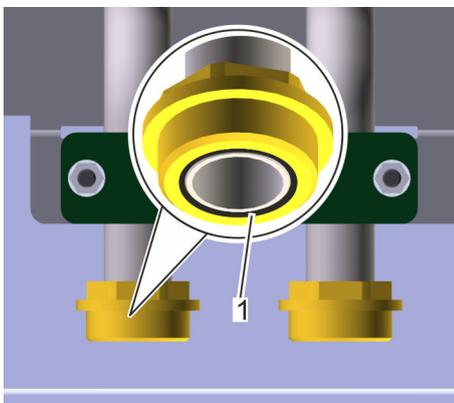

Abb. 44: Dichtungsringe
3. ➤ Sicherstellen, dass in allen Anschlusskupplungen die Dichtungsringe (Abb. 44/1) vorhanden sind.